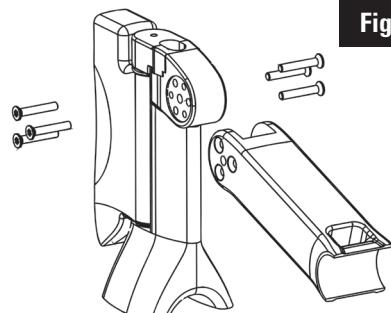

Fig. 6
5. De kop van de schroef moet steunen op de kleine diameter van de kegel (Fig. 6).